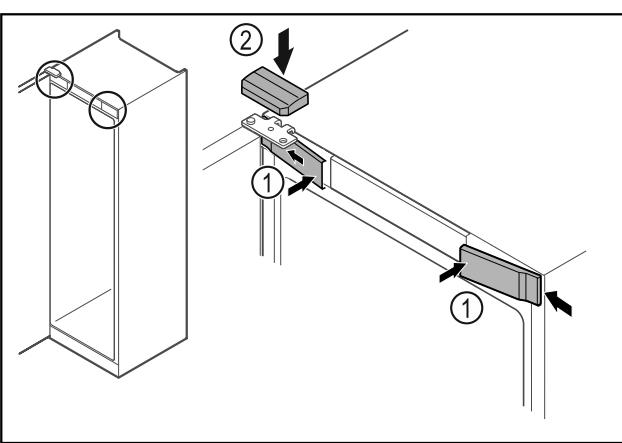

Fig. 27
- Aizkabinet sānos priekšējos pārsegus Fig. 27 (1) un noliksejiet.
- Noliksējiet augšējo pārsegū Fig. 27 (2) no augšpuses.